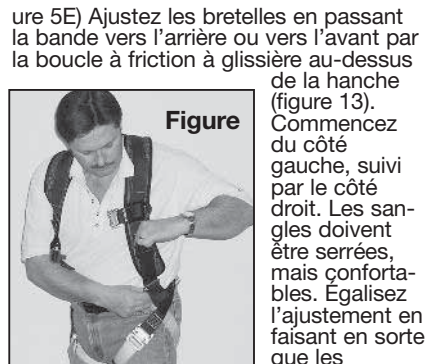

Figure 5E
ÉTAPE 4 (figure 5E) Ajustez les bretelles en passant la bande vers l'arrière ou vers l'avant par la boucle à friction à glissière au-dessus de la hanche